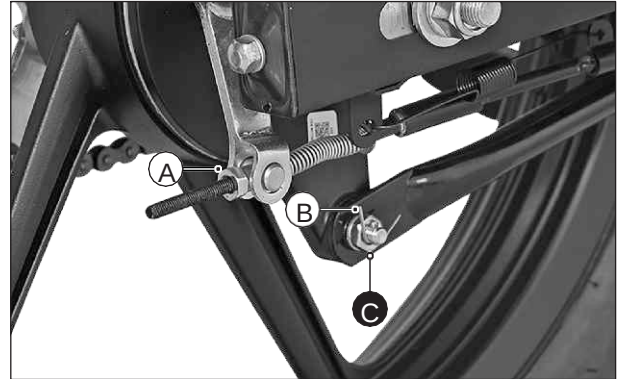

Fig. 6.81
- Retire la tuerca del ajustador del freno trasero (A). (Fig. 6.81)
- Retire la tuerca (M8) (C) junto con la guasa y retire el tornillo de la varilla. (Fig. 6.81)